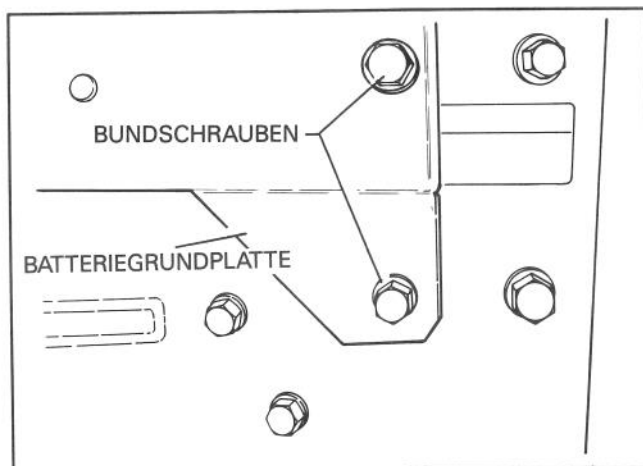

Abbildung 10
11. Die Vorderseite der Batteriegrundplatte mit (2) 25 mm Bundschrauben am Motorrahmen und Tragrollensatz anbringen (Abb. 10).